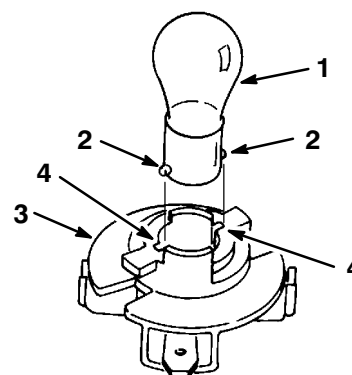

Figure 35
4. Poussez sur l'ampoule pour la tourner à fond vers la gauche (env. 1/4 tour) et retirez-la de l'embase (Fig. 35).
1. L'embase de l'ampoule est munie d'ergots métalliques de part et d'autre. Alignez ces ergots face aux fentes de l'embase et insérez le culot dans la douille de l'embase (Fig. 35). Poussez sur l'ampoule et tournez-la à fond vers la droite.